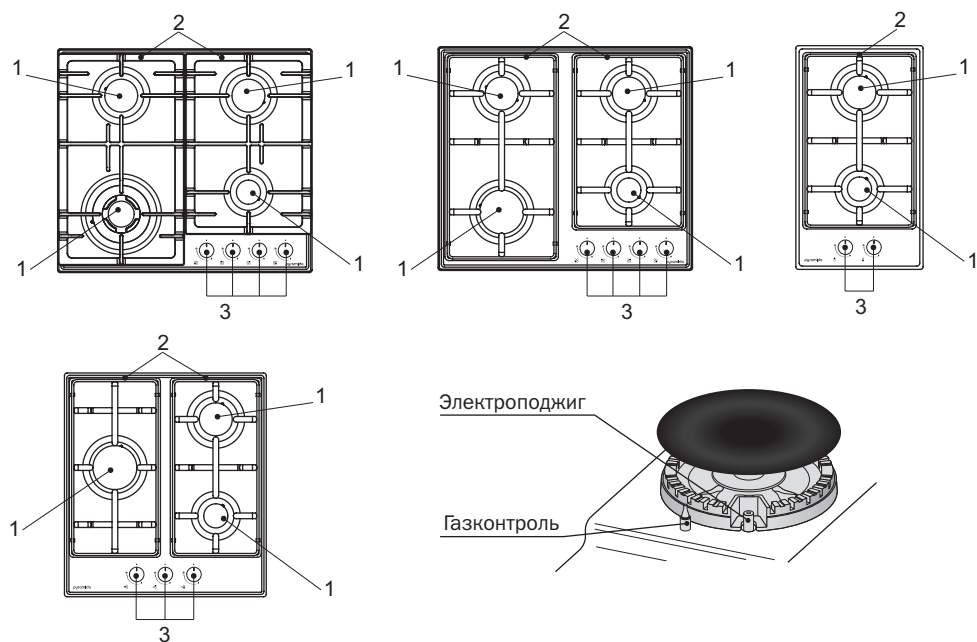

Рис. 11*
- Модели с электроподжигом (Рис. 11) оснащены специальными газовыми кранами с функцией электрического поджига. В этом случае символ электроподжига «★» изображен около каждой ручки управления. Чтобы зажечь газовую горелку, нажмите на нужную ручку, и поворачивайте ее нажатой против часовой стрелки к позиции «Сильное пламя». Проходя символ «★» активируется электроподжиг. Когда газовая горелка загорится, отпустите ручку.
- Включение газовой горелки с газконтролем (Рис. 11). Нажмите и поверните ручку, соответствующую выбранной газовой горелке, против часовой стрелки к позиции «Сильное пламя». Когда газовая горелка воспламенилась, удерживайте ручку нажатой примерно 5-10 секунд, чтобы пламя нагрело терморпару газконтроля. Если пламя погасло, когда Вы отпустили ручку, повторите всю операцию с начала.